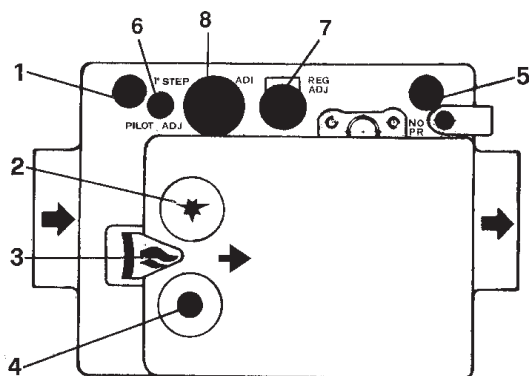
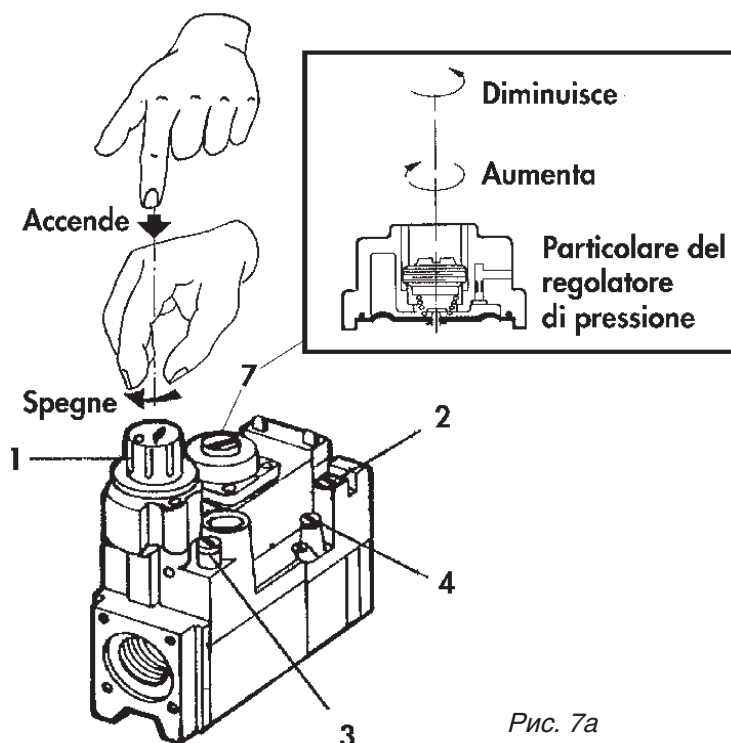
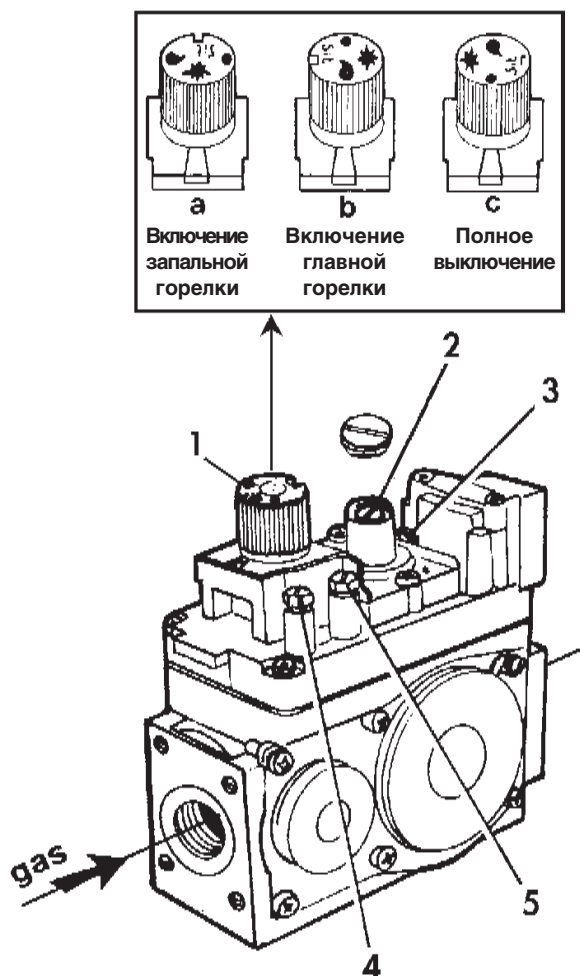
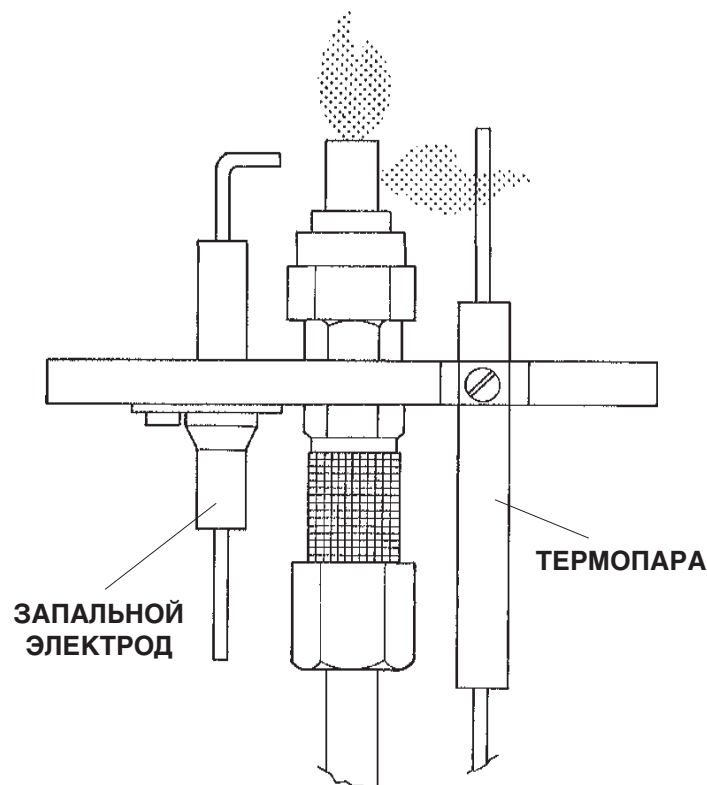

Рис. 6
Рис. 7a
Рис. 7b
Рис. 10
4.02 Включение с клапаном ELETTROSIT (рис. 6)
4.03 Включение с клапаном HONEYWELL V4600C (рис. 7a)
4.04 Включение с клапаном SIT 820 NOVA (рис. 7b)
Сбросить воздух, имеющийся в газовых трубах, открыв отбор давления 1 на входе в газовый клапан, под номером 4 (рис. 7b).
Нажать кнопку 4 (рис. 6), поверните по часовой стрелке кнопку 1 (рис. 7a) или поверните ручку 1 в положение "С" (рис. 7b). Таким образом, отключается подача газа как на главную горелку, так и на пусковой факел. Закройте газовый кран на входе в котел и отключите электропитание.
Убедиться, что пламя пускового факела достаточно большое и что оно отрегулировано. При необходимости отрегулируйте его при помощи регулировочного винта на газовом клапане (рис.. 6, 7a, 7b).
Регулировка давления выполняется при помощи стабилизатора давления газового клапана (рис. 6, 7a e 7b), отвинчивая и завинчивая регулировочный винт. После этого необходимо проверить по счетчику расход газа прибором в течение не менее 5 минут непрерывной работы. При необходимости небольшой регулировки подачи газа необходимо вновь воспользоваться стабилизатором давления.
Регулировка давления на пусковом факеле выполняется визуально, без использования специальных приборов, проверяя, чтобы пламя (рис. 10) полностью окружало термопару без напрасного расхода газа.
Для регулировки давления на главных соплах снимите защитный пластмассовый колпачок и воспользуйтесь винтом "REG ADJ" (рис. 6), поворачивая по часовой стрелке для увеличения, и против часовой стрелки для уменьшения.
ВНИМАНИЕ: Значение давления, измеренное в точках 1 и 5 (рис. 6), можно снимать не ранее 30 секунд после выполнения регулировки.
Полностью повернуть винт "REG ADJ" (рис. 6) против часовой стрелки.
Отрегулировать винт "1° STEP ADJ" (рис. 6) таким образом, чтобы котел включался плавно и бесшумно.
Полностью повернуть винт "1° STEP ADJ" (рис. 6) по часовой стрелке.
После каждой регулировки необходимо возвращаться в положение пускового факела, нажимая кнопку 2 (рис. 6). Подождать 30-60 секунд и вернуться в положение "работа", нажав поперечную кнопку (рис. 6).
Снимите защитный колпачок и убедитесь, что отключающий винт "NO PR" (рис. 6) полностью повернут по часовой стрелке.
Поверните винт "REG ADJ" (рис. 6) для получения давления на выходе около 12 мбар.
Полностью поверните против часовой стрелки винт "PILOT ADJ" (рис. 6).
Регулировка давления газа на пусковом факеле выполняется визуально, без использования специальных приборов, проверяя, чтобы пламя (рис. 10) полностью окружало термопару без напрасного расхода газа. Для регулировки пламени пускового факела воспользуйтесь винтом 2 (рис. 7а). Регулировка давления и подачи на главных горелках выполняется винтом 7 (рис. 7а), который при повороте по часовой стрелке увеличивает давление и подачу, а при повороте против часовой стрелки уменьшает их.
Регулировка давления газа на пусковом факеле выполняется визуально, без использования специальных приборов, проверяя, чтобы пламя (рис. 10) полностью окружало термопару без напрасного расхода газа. Для регулировки пламени пускового факела воспользуйтесь винтом 3 (рис. 7b). Регулировка давления и подачи на главных горелках выполняется винтом 2 (рис. 7а), который при повороте по часовой стрелке увеличивает давление и подачу, а при повороте против часовой стрелки уменьшает их.
При необходимости выполните регулировку давления газа на главных соплах, как описано выше, и пламени пускового факела (рис. 10).
- Термопара не имеет отложений, и пусковой факел открывает ее полностью (рис. 10)
6.02 Пламя пускового факела (рис. 10)
- b) Снять крышку обшивки и пластину, которая закрывает дымовую камеру (рис. 10).